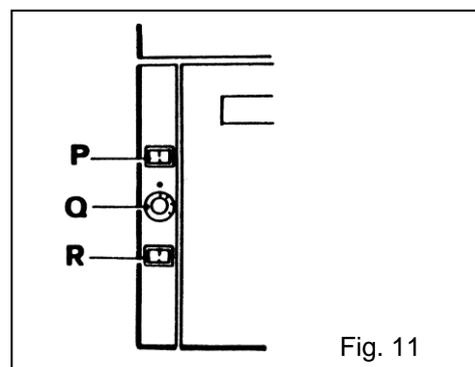

Fig. 11
7.2 Armadio caldo elettrico (Fig. 11)